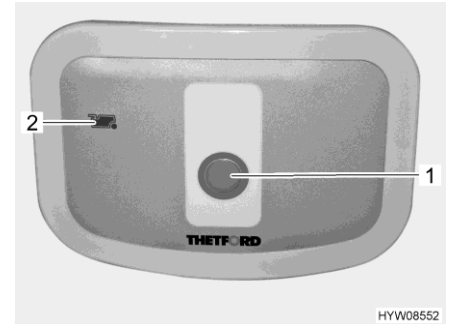

Fig. 218 Bouton pour la chasse d'eau/voyant de contrôle (toilettes Thetford)
- Pour actionner la chasse d'eau, appuyer sur le bouton bleu (Fig. 218,1).
Le voyant de contrôle (Fig. 218,2) s'allume lorsque le réservoir pour matières fécales doit être vidé.